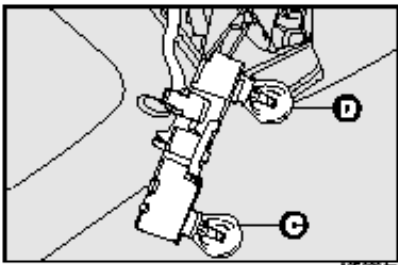

рис. 33
□ Извлечь и заменить нужную лампу, слегка надавив на нее и повернув против часовой стрелки **рис.33:**